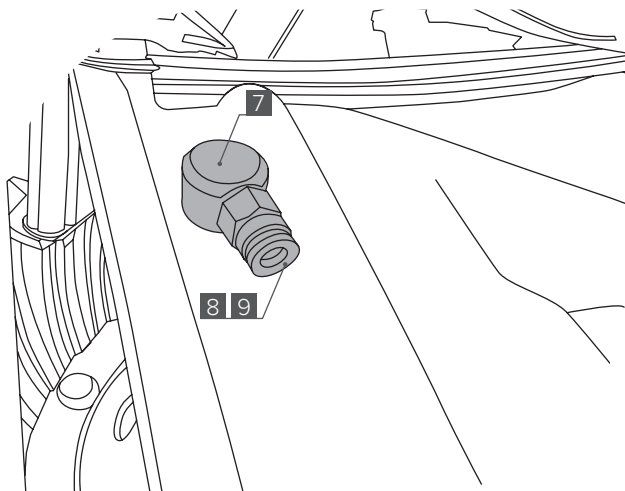

Рис. 6
3. В зависимости от используемой трубки подключения установите фитинг прямой [9] или штуцер-«ёлочка» [8] в штуцер [7] с внешней стороны картера моста (**Рис. 6**).